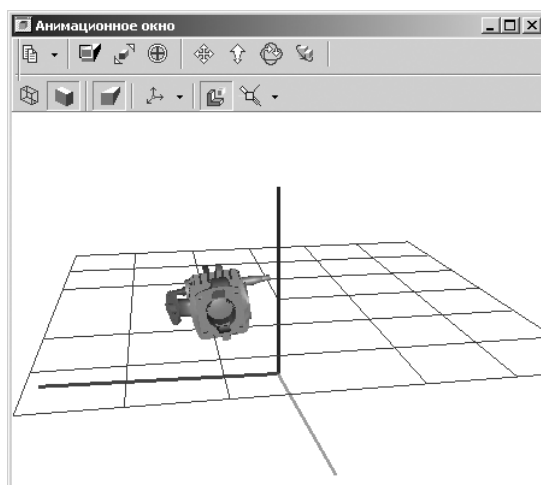

Рис. 2.68. **Анимационное окно** с моделируемым объектом одноцилиндровый двигатель внутреннего сгорания
- щелкните на панели инструментов по кнопке  – **Открыть Анимационное окно**. Поверх остальных окон появится **Анимационное окно**, см. рис. 2.68;